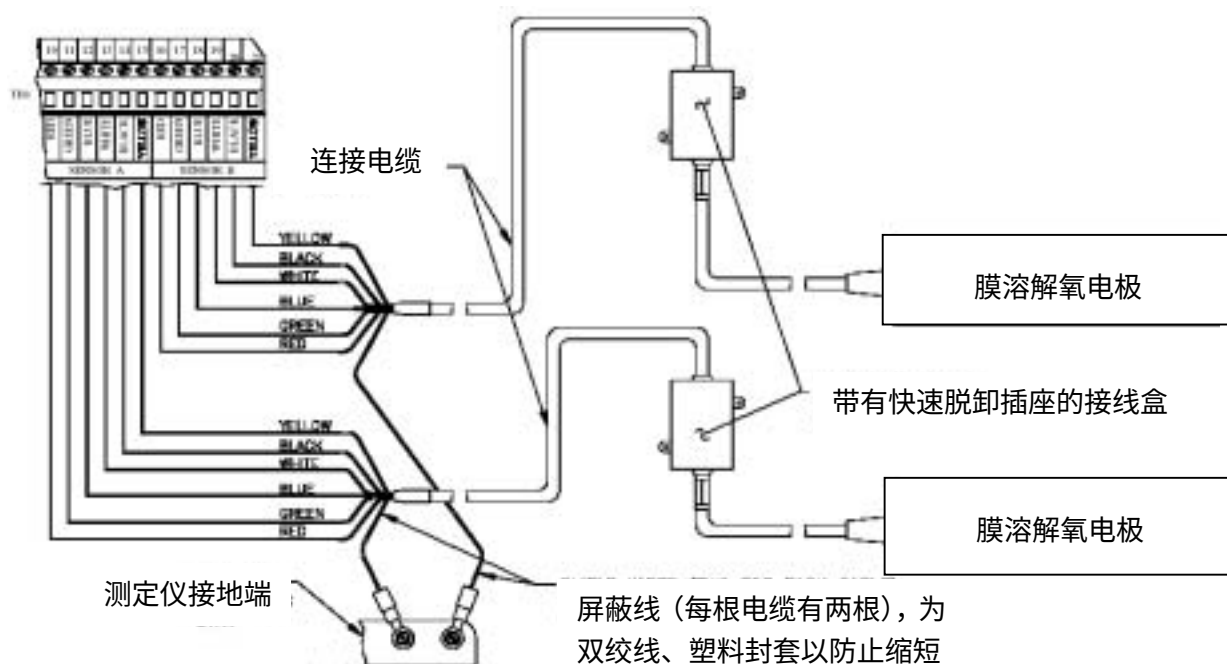

图 2-4 GLI 膜溶解氧传感器
4. 参阅图 2-4，将其它的连接电缆接到分析仪的 TB1 的 SENSOR A（传感器 A）接线端，注意颜色须匹配。